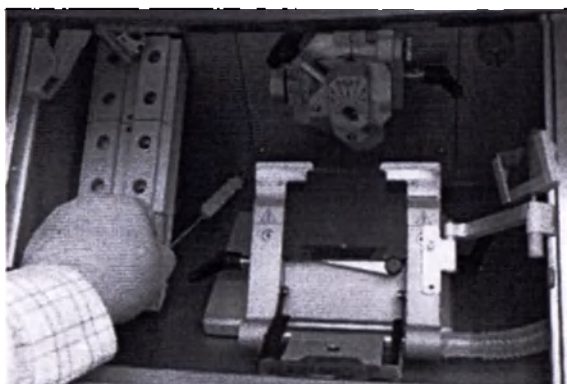

Рисунок 9.3
2. Введите щетку для чистки сливного отверстия в слив (Рисунок 9.3) и несколько раз интенсивно проведите щеткой в обоих направлениях. Для лучшей очистки постарайтесь ввести щетку как можно дальше в сливное желоб.